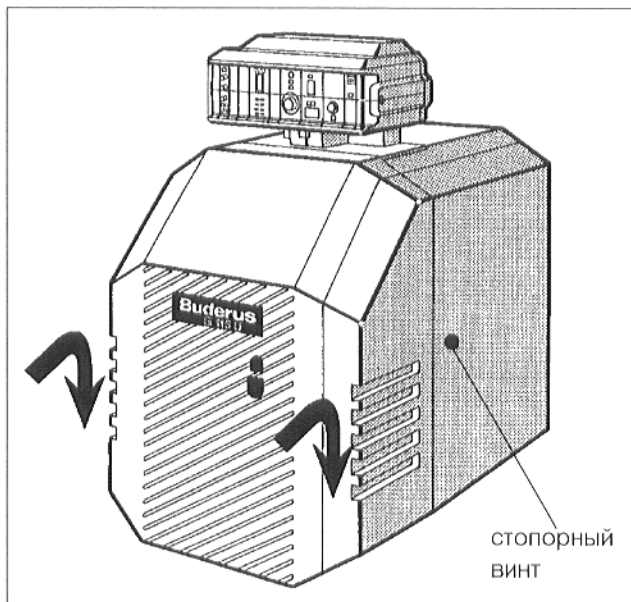

Рис. 41
- Подвесить облицовку дверцы горелки или кожуха горелки к боковым стенкам облицовки котла и закрепить кожух горелки слева и справа стопорными винтами (рис. 41).